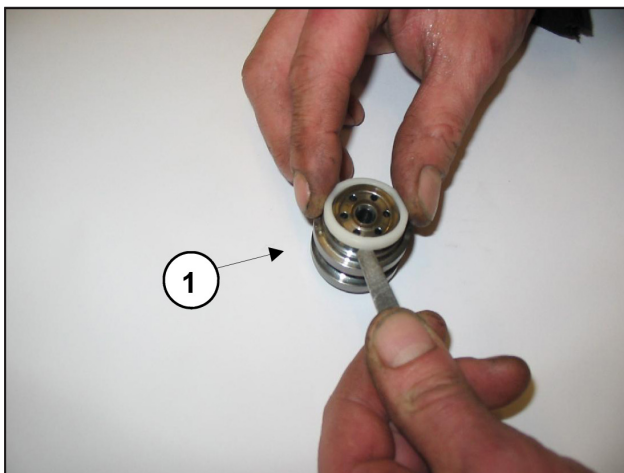

Рис. 25
- Выньте гнезда клапанов ①, как показано на Рис. 25, проверьте степень износа различных компонентов, при необходимости замените.